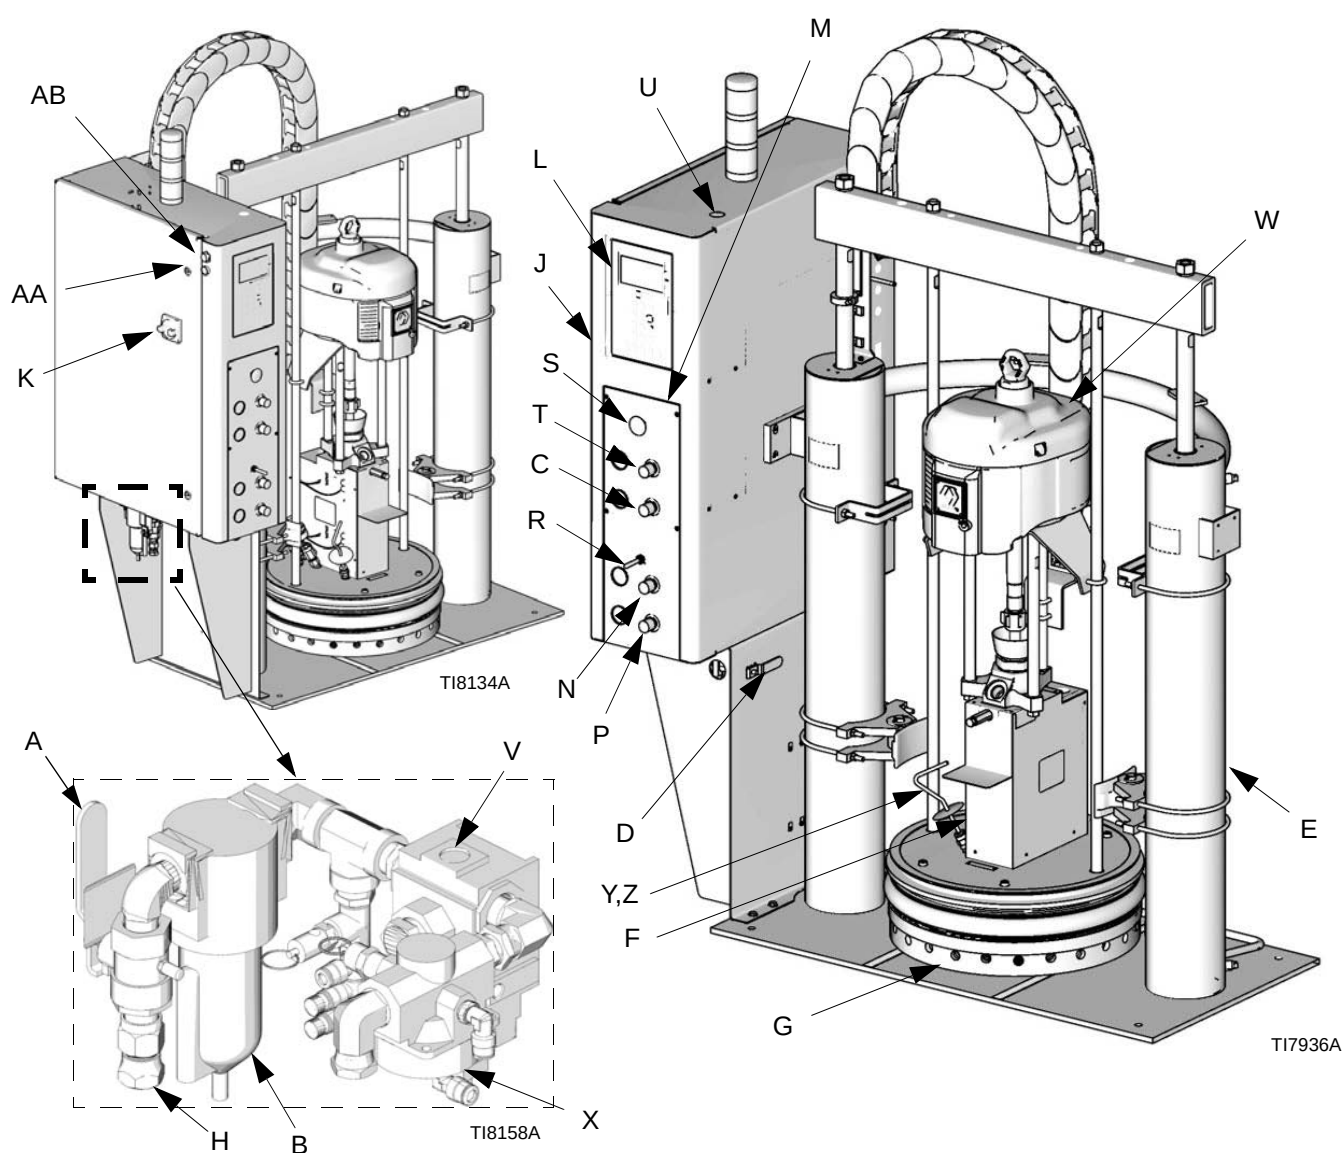

FIG. 1: Komponentidentifiering
Före systeminstallation bör ni vara bekant med alla systemkomponenter. Se FIG. 1 för systemkomponenterna i Therm-O-Flow.
Följande komponenter är inkluderade med enheten. Se FIG. 1.
Den pneumatiska kontrollpanelen inkluderar följande. Se FIG. 1.
För ytterligare information se FIG. 1 på sida 9. Följande komponenter ingår i modulen:
- Systemets huvudluftventil (avluftningstyp) (D) används för att stänga av lufttillförseln till hela matarenheten.
- Luftmotorns huvudluftventil (avluftningstyp) (D) levereras med ditt system för att släppa ut luft som fastnat mellan den och luftmotorn när ventilen är spänningssatt (**se varning ovan**). Denna avluftningsventil ska monteras så den lätt kan nå och placeras nedströms från tryckluftsregulatorn.
- Luftmotorns tryckluftsregulator (C) styr pumpens utloppstryck genom att justera lufttrycket till luftmotorn. Den är placerad på den pneumatiska kontrollpanelen.
- Aktivering av luftmotorsolenoiden se FIG. 1 sida 9 bokstav (X), fördröjer start för att låta materialet värmas grundligt.